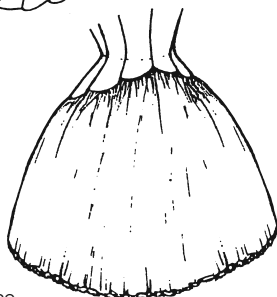

Рис. 282
- очень облегающая баска, имеющая большую ширину на уровне фестонов, причем четверть круга имеет сборки по краям фестонов (рис. 282);
Для обучения выберем наиболее сложную модель на рис. 282.
• На половине фигуры модели (рис. 282) расположены 5 фестонов, ограниченных рельефами. Чтобы выполнить ее подготовительное лекало (рис. 89), обратитесь к модели покроя «принцесса» (рис. 252). Для этого трансформируйте уменьшенное лекало в соответствии с технологией к рис. 251, 252.